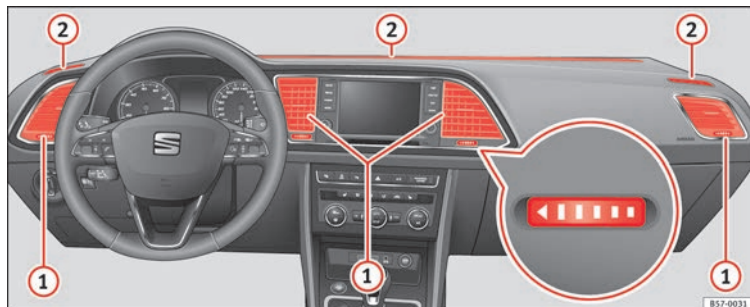

Fig. 174 Sur la planche de bord : diffuseurs d'air.
Pour garantir le chauffage, le refroidissement et la ventilation à l'intérieur de l'habitacle, les diffuseurs d'air » fig. 174 ① doivent rester ouverts.